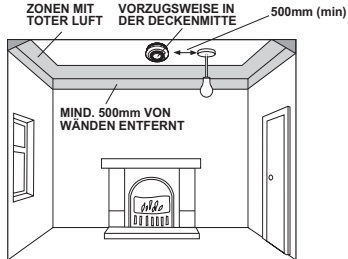

Abb.1
- Mindestens 500 mm Abstand zu den Wänden (siehe Abbildung 1)